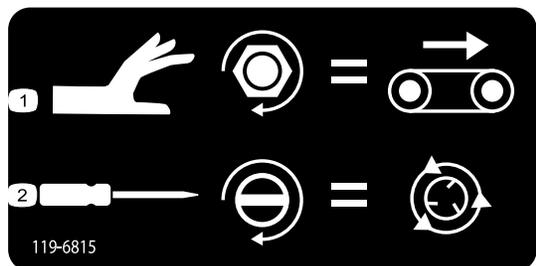

Рисунок 47
- Для регулировки скорости движения транспортера (Рисунок 47) необходимо повернуть ручку по часовой стрелке. При отсутствии гидравлического потока используйте максимальную скорость движения ленты транспортера по системе цветовой кодировки. Эта настройка помогает, когда бункер заполнен песком.
- Для регулировки частоты вращения разбрасывателя (Рисунок 47) необходимо использовать отвертку с плоским шлицем. Вращение ручки по часовой стрелке приводит в увеличению скорости, вращение против часовой стрелки – к уменьшению скорости.